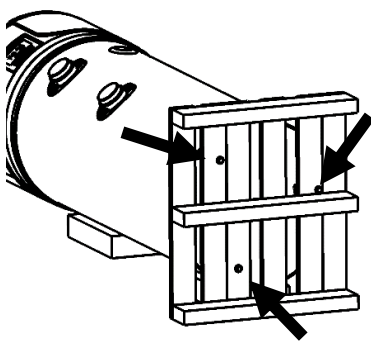

Bild 2b;
- Schrauben Sie die drei Bolzen aus, durch welche die Thermopumpe auf der Palette befestigt ist, Bild 2b;